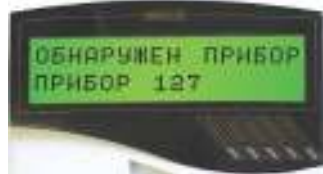

Рисунок 7
5.4.7 После включения блок должен перейти в режим «Блокировка пуска», на индикаторе пульта должны появиться сообщения об обнаружении устройства «Поток-ЗН» (рис. 7), о сбросе устройства с сетевым адресом, соответствующим текущему адресу блока (заводской адрес блока 127). Если придёт несколько сообщений, накопившихся в буфере блока, их можно «пролистать» с помощью кнопок «▼» и «▲» пульта.